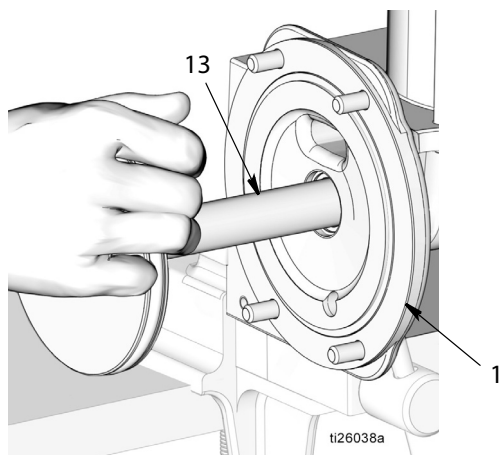

Рис. 50
- f. Нанесите тонкий слой консистентной смазки вокруг и по всей длине штока поршня (13). Осторожно втолкните шток поршня в основание насоса (1), используя движения толкания и проворачивания для проталкивания штока через ранее установленные уплотнения и распорные детали (Рис. 50).